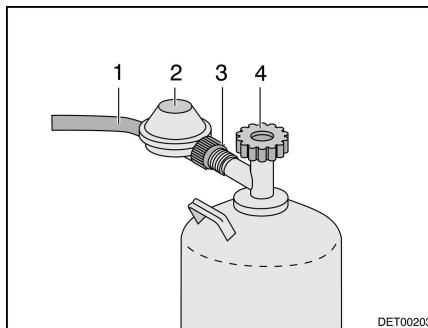

Fig. 65 Raccordo bombola del gas
- Chiudere la valvola principale di arresto (Fig. 65,4) della bombola del gas. Osservare la direzione della freccia.
- Tenere fermo il regolatore di pressione del gas (Fig. 65,2) e aprire il dado zigrinato (Fig. 65,3) (filettatura sinistra).
- Rimuovere il regolatore di pressione del gas con il tubo del gas (Fig. 65,1).
- Collocare il regolatore di pressione del gas (Fig. 65,2) con il tubo del gas (Fig. 65,1) sulla bombola del gas e stringere forte a mano il dado zigrinato (Fig. 65,3) (filettatura sinistrorsa).